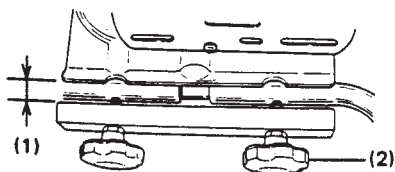

Fig. 1
- 1) Aflojar las 4 perillas de la manija alrededor de una pulgada en ancho para plegar ambas manijas. Las perillas se salen al aflojarse excesivamente. (Fig. 1)